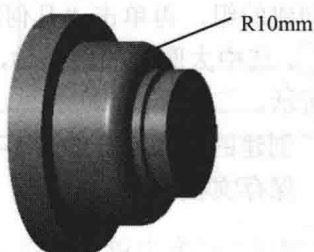

图 1-36 创建倒圆角特征
- (24) 单击“倒圆角”按钮  , 在实体上创建倒圆角特征 (R10mm), 如图 1-36 所示。